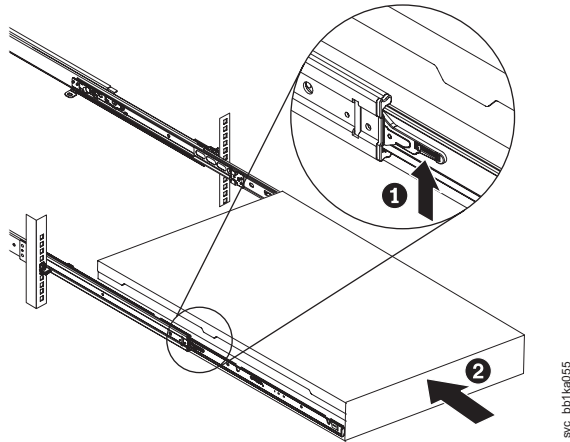

図 263. ラックのスライド・レールの SAN ボリューム・コントローラー 2145-CF8 または 2145-CG8 ロック・レバーを上げる
9. ヒートシンクの後部フランジを下げ、保持ブラケットの開口部 (5) にはめ、しっかり固定されるまでヒートシンクの前部を押し下げます。
10. ヒートシンク解放レバー (2) を回転させて閉位置にし、ロック・タブ (4) の下部にレバーをフックします。
15. スライド・レール上のロック・レバー (309 ページの図 263 の 1) を上げて、サーバー 2 を、所定の位置にカチッと音を立てて収まるまで、ラック内に完全に押し込みます。